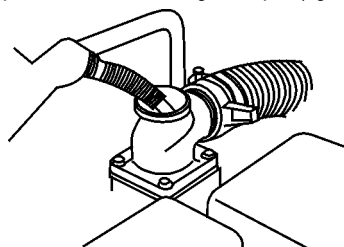

Fig. 9 – Completando la bomba con agua
- Complete la bomba con agua limpia (fig. 9);